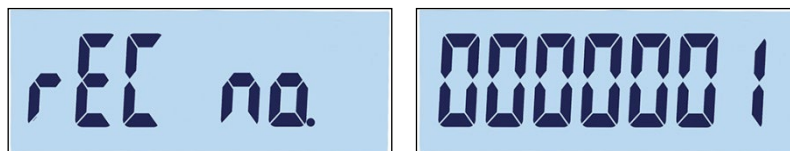

Figura 3-45 Telas Etiqueta de Número de Registro e Definição de Número de Registro
2. rEC no. aparece brevemente e, em seguida, a tela de edição de número de registro (Figura 3-45). O terminal pode salvar até dez registros. Por padrão, o sistema oferece o próximo número disponível.